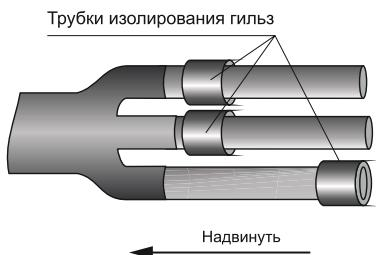

Рисунок 9
**4.20** На жилы одного из кабелей надеть термоусаживаемые трубы для изолирования гильз, сдвинув их к основанию перчатки (рисунок 9).